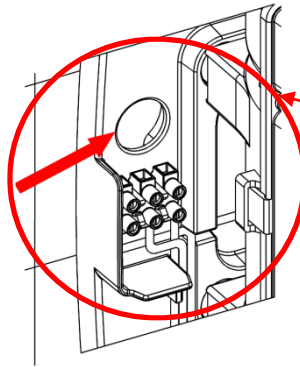

Рисунок 5.
- Пропустить питающие кабели электросети через отверстие диаметром 22 мм. (0,87"), которое расположено над колодкой подключения аппарата (Рисунок 5)
Некоторые модели сушилок 'Machflow' имеют внутреннее нагревательное устройство, которое можно включить с помощью выключателя (Рис. 5)»